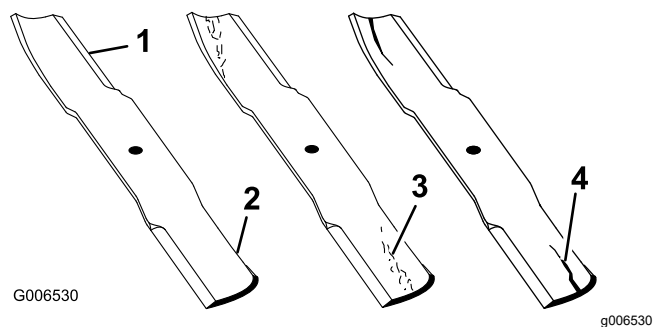

Figure 60
1. Examinez le tranchant des lames (Figure 60).
4. Remplacez immédiatement toute lame fendue, usée ou qui présente une entaille sur cette partie (Figure 60).